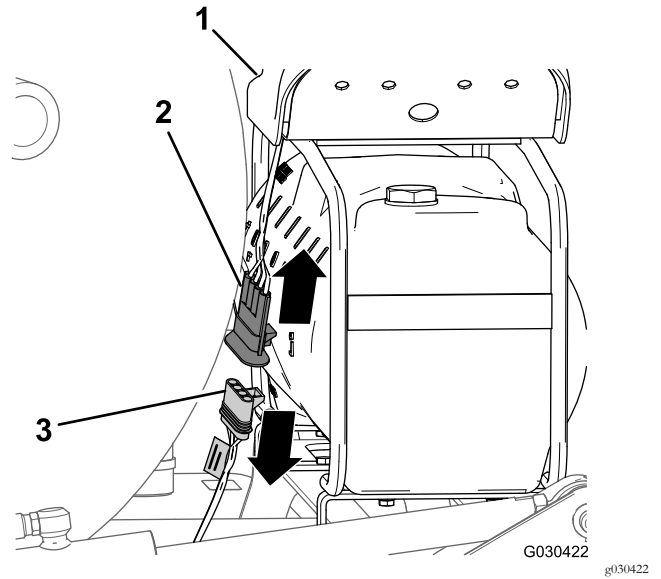

Bild 6
1. Suchen Sie an der Rückseite des Schaummarkierbehälters den Kabelbaum am Kompressor (**Bild 6**).
2. Ziehen Sie den 4-Stift-Stecker des Kompressor-kabelbaums vom 4-Buchsen-Stecker des hinteren Kabelbaums der Maschine ab (**Bild 6**).